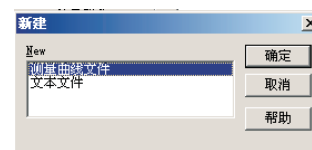

图7
E. 新建对话框会有两种模式供你选择：测量曲线文件和文本文件（如图7）；